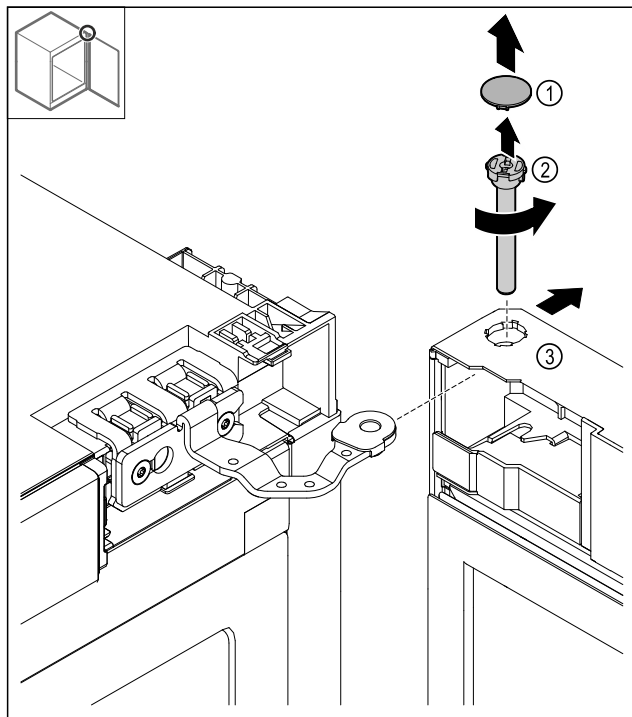

Fig. 12
- Rimuovere la copertura Fig. 12 (1).
- Allentare i bulloni Fig. 12 (2) in senso antiorario e rimuoverli.
- Ribaltare leggermente la porta Fig. 12 (3).